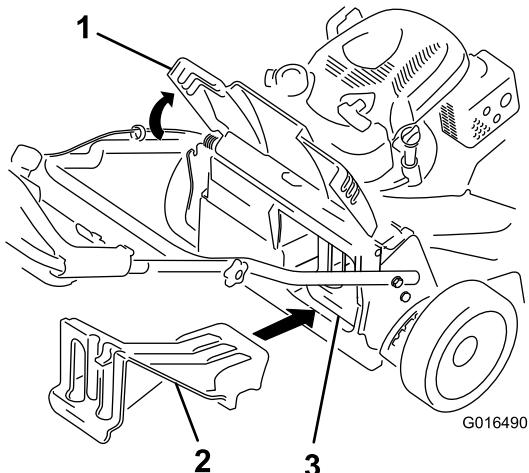

Figura 24
- Si el tapón de descarga trasero no está instalado, sujetelo por el asa, eleve la puerta trasera e introduzcalo en el conducto de descarga trasera hasta que el enganche encaje en su sitio; consulte Figura 24.
Importante: Asegúrese de que el tapón de descarga trasera está colocado antes de reciclar los recortes (Figura 24).